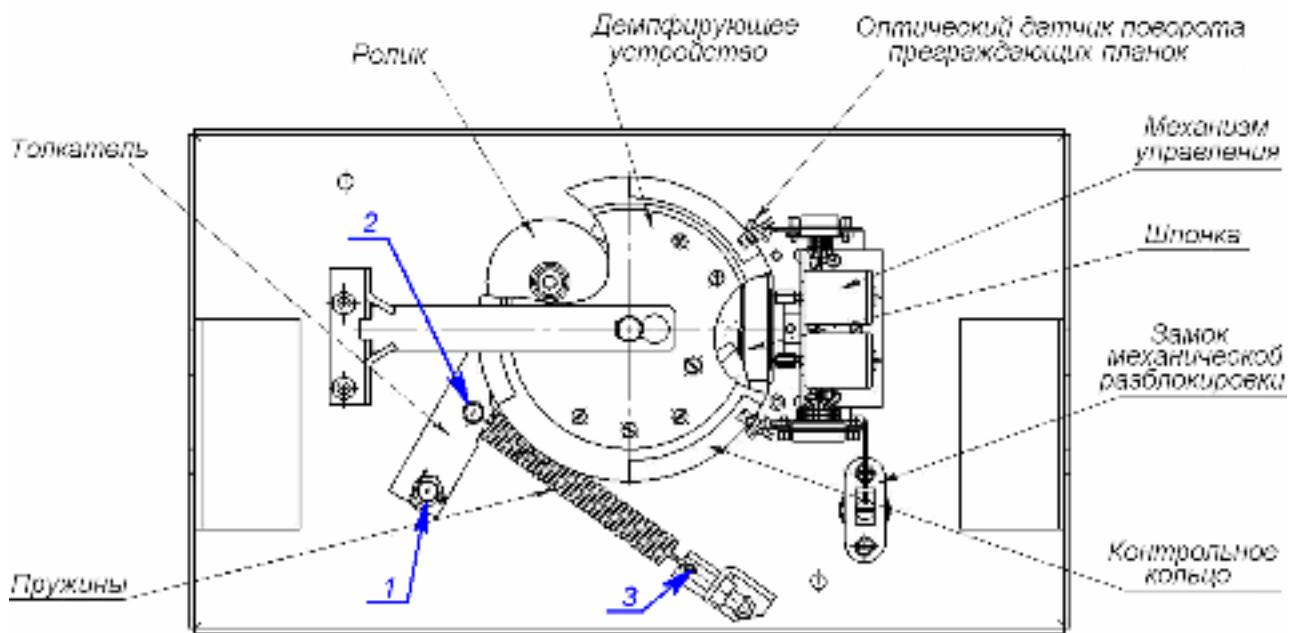

Рисунок 14. Расположение внутренних деталей и узлов стойки ЭП
2. Снимите крышку (3) в порядке, указанном в разделе 6.
4. Осмотрите устройство поворота (толкателем, пружины и ролик), оптические датчики поворота преграждающих планок и демпфирующее устройство (см. рис. 14).
- четыре втулки на устройстве поворота – две на оси вращения толкателя и две на оси крепления пружин, а также отверстия в деталях крепления пружин, по две - три капли масла в каждое место смазки (места смазки указаны на рис. 14);